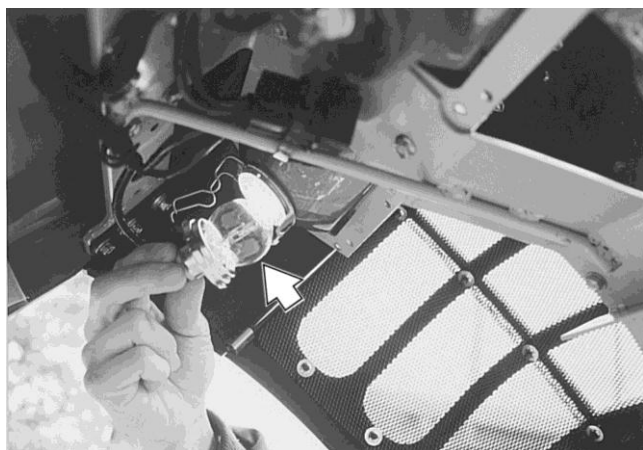

図71 ヘッドライトソケット
2つのメインヒューズブロック（図71）は、遮風板の右側にあります。2つの追加ヒューズブロック（図72）が、エンジンフード内部のヘッドライト支持ブラケットに取り付けられています。
1. コネクタとソケットを、ハウジングから引張り上げます（図71）。